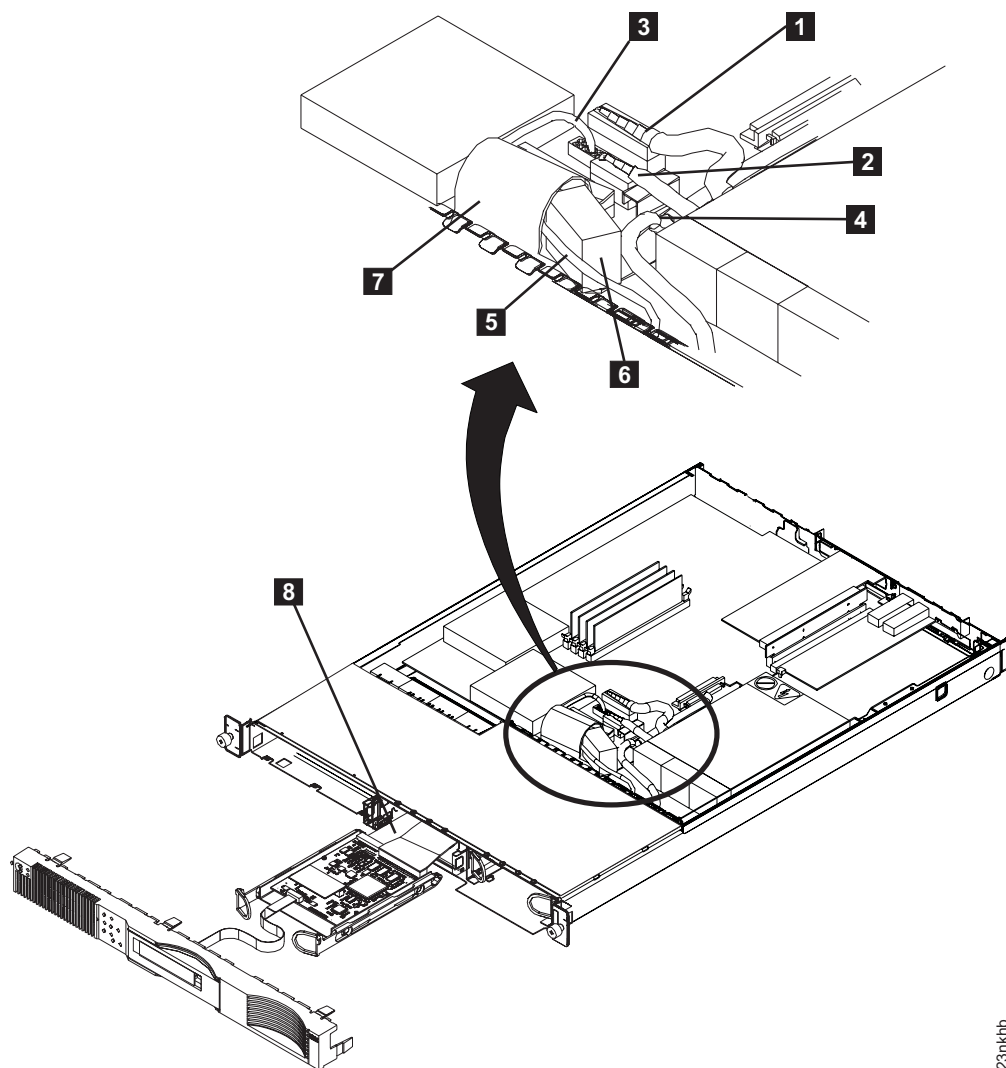

図 90. SAN ボリューム・コントローラー 2145-4F2 用のサービス・コントローラー・ケーブル
5. 電源コネクタ P1 **1** と電源コネクタ P2 **2** のラッチを押して、それらをシステム・ボードから切り離します。403 ページの図 90 を参照してください。